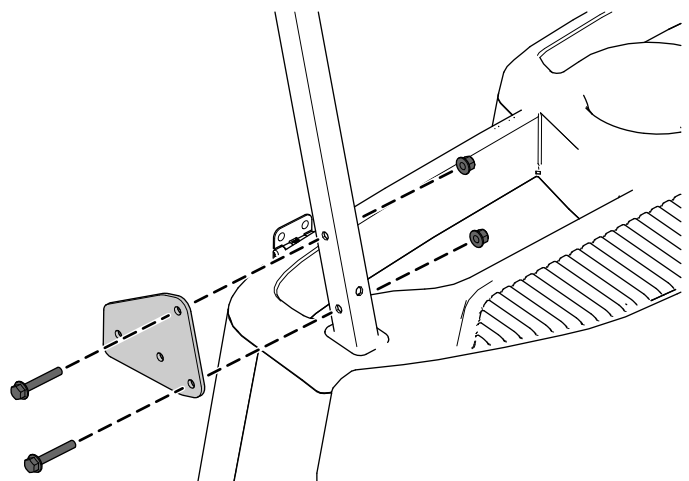
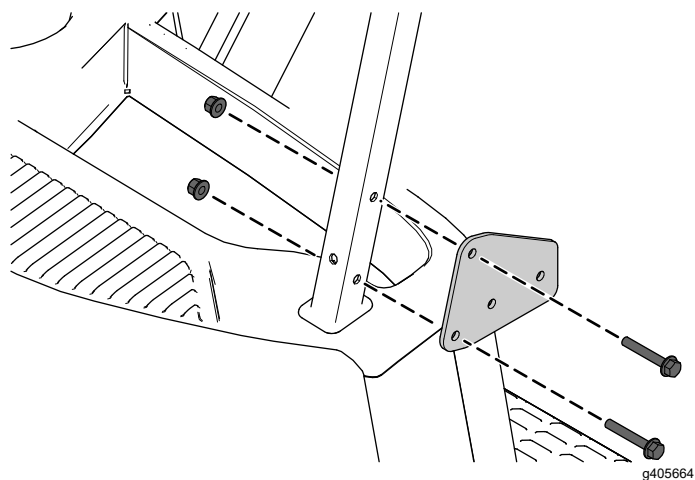

図 3
図 2
1. 図 2 または図 3 のように、キャンピチューブにミラーマウントを固定するフランジヘッドボルト M6 x 40 mm 2 本とロックナット 6 mm 2 個を使用する。